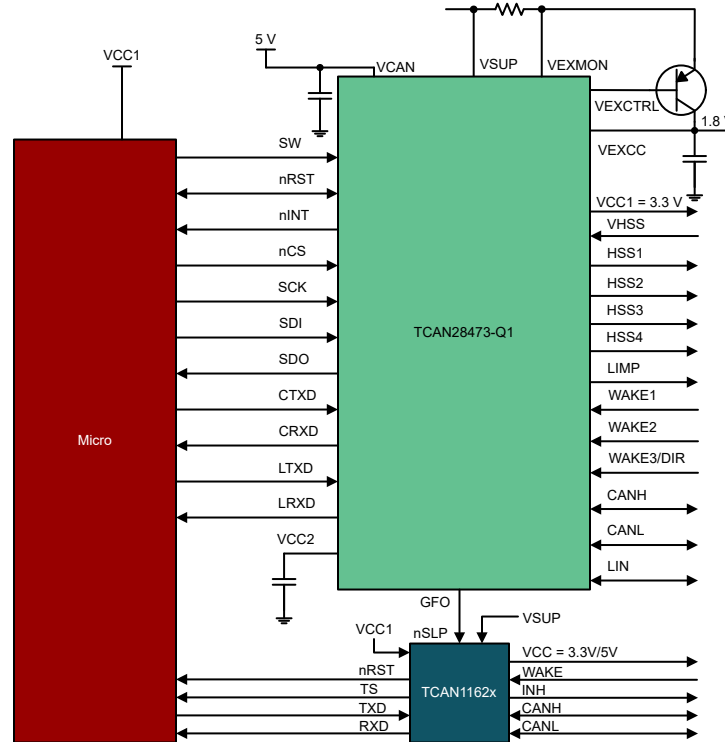

図 10-7. CAN FD SBC によるチャネル拡張
- TCAN2847x-Q1 までのいずれかのデバイスと TCAN1162x を使用することで、CAN トランシーバを備えた 2 つ目の SBC を実装できます。図 10-7 を参照してください
セクション 10.1.3.2 は、TCAN2844x-Q1 が外部 CAN FD トランシーバを制御する方法の概略図を示します。スリープモード、またはサーマルシャットダウンなどのさまざまな故障状態で LDO がオフになると、CAN FD トランシーバの電源がオフになります。CAN FD トランシーバを制御するように TCAN284x-Q1 を構成するには、以下のレジスタとビットを構成する必要があります。5V バリエーションが示されている場合、CAN FD トランシーバへの電力供給には VCC2 が使用されますが、VCC1 も使用できます。図 10-7 に示すように、単純な CAN SBC は 2 番目の CAN トランシーバも提供できます